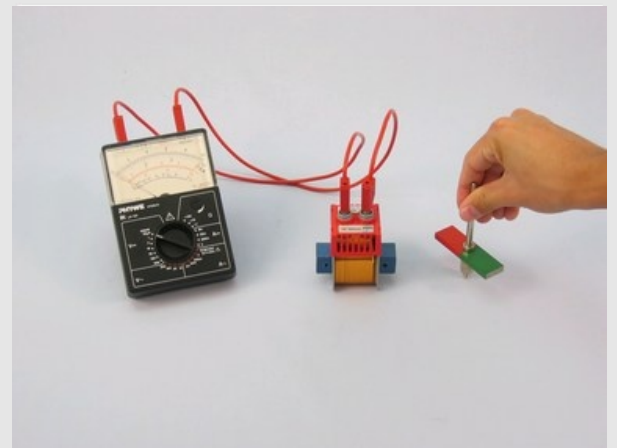

Abb. 4
- Schließe statt der beiden Spulen mit je 400 Windungen 1 Spule mit 1600 Windungen an das Messinstrument an (vgl. Abb. 4). Schiebe das Joch in die Spule und drehe den Magneten neben der Spule. Vergleiche den Zeigerausschlag mit dem von (2) und notiere Deine Beobachtungen unter "Ergebnis - Beobachtungen 5" im Protokoll.